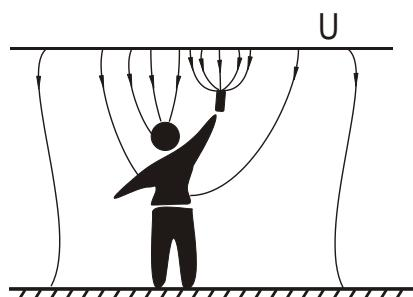

Рис. 2
5.2. При определении с земли наличия напряжения на проводах воздушной линии (ВЛ) следует располагаться на участках, где расстояния от проводов до земли близки к наименьшим допускаемым. Прибор должен находиться **выше головы** (рис.2).
Прибор «ИВА-Н-2», сохраняет все функциональные возможности базового СН. При работе на контактной сети 25 кВ необходимо провести подготовку сигнализатора в соответствии с п.4. Определение наличия напряжения производится при нажатой кнопке понижения чувствительности 6 (рис. 1). Прибор должен находиться **выше головы** (рис. 2).